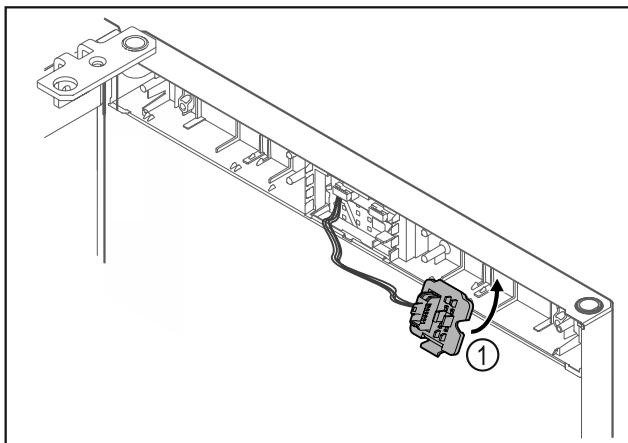

Fig. 14
- ▶ Steckerhalterung Fig. 14 (1) auf Gegenseite einrasten.*